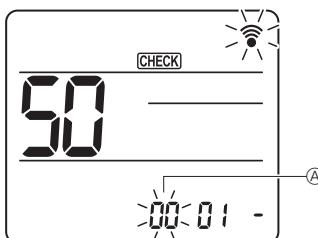

Fig. 6-17
② Impostazione del numero dell'unità
Premere il pulsante **①** per impostare il numero di unità **②**. (Fig. 6-17)